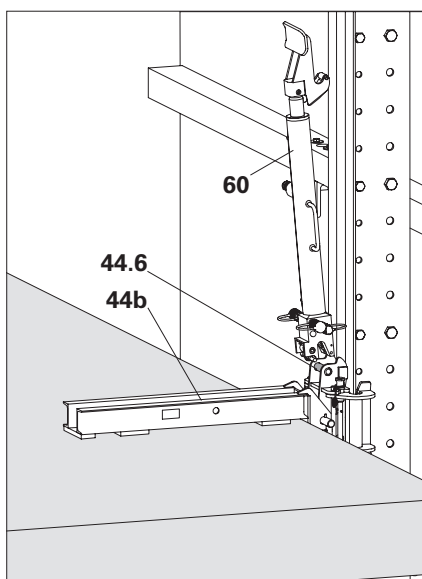

Fig. D4.02
2. Posizionare il dispositivo di ripresa RCS (**60**) sui bulloni (**44.6**) dei dispositivi di sospensione centrali del sistema di ripresa (**44b**) e agganciarlo. Il dispositivo del sistema di ripresa viene premuto contro la guida dalla forza della molla. Guidare l'uncino della guida del sistema di ripresa. (Fig. D4.02 + D4.02a)